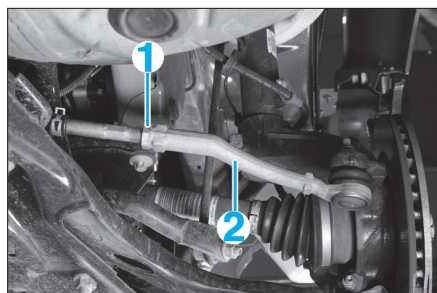

FIG. 13
• Débloquer le contre-écrou (1) (Fig.13).
- la rotule de direction (2),